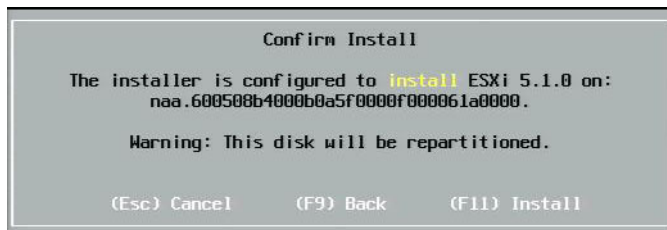

図 14-24. ESXi のインストールの確認
7. Confirm Install (インストールの確認) ウィンドウ (図 14-24) で、F11 キーを押してインストールと再パーティションを確認します。